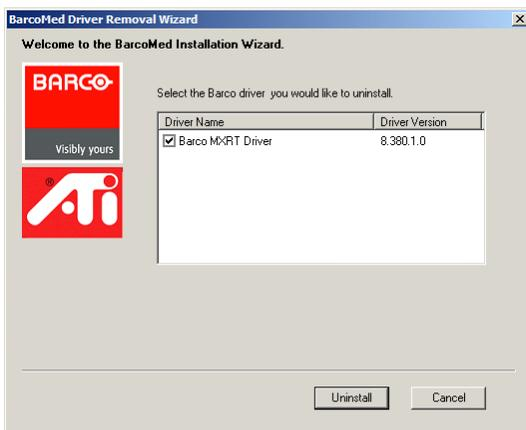

Figura 31: Assistente de Desinstalação do Driver Barco MXRT (a versão do driver pode diferir do exibido)
**Nota:** Ao desinstalar os drivers Barco MXRT, a caixa de diálogo mostrada em figura 31 surgirá e então selecione o driver listado.